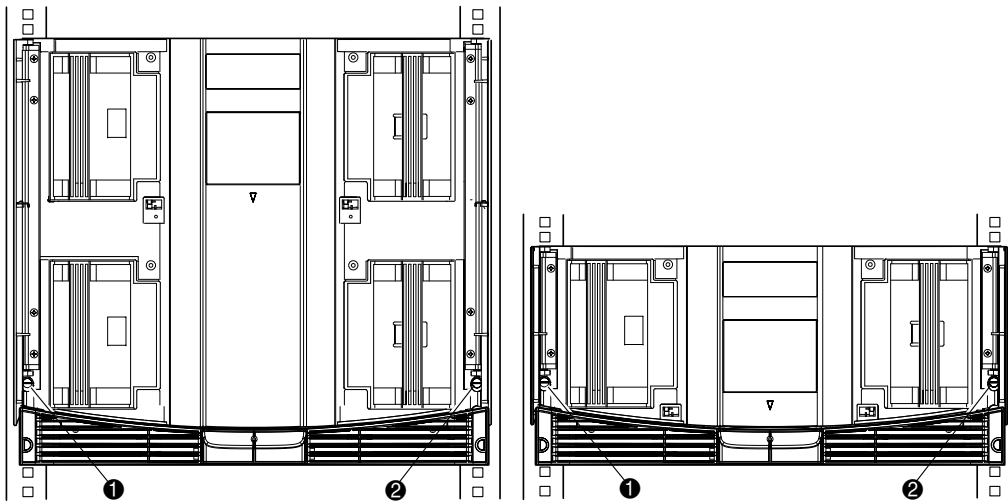

図2-5: ライブラリの固定
- ドアを開けたままの状態、2本の固定ネジを使用してフロントパネルをラックに固定します（図2-5を参照）。その後、ドアを閉じます。